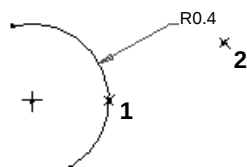

图 4.9.7 半径的标注
Step2. 单击位置 1 选择圆上一点，中键单击位置 2 以放置尺寸（如图 4.9.7 所示）。